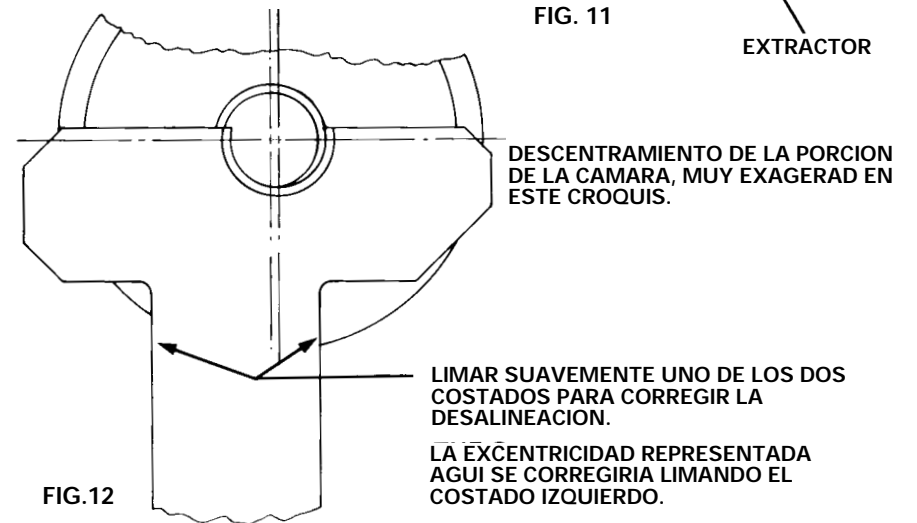

FIG.12
- (b) Si la porcion de la camara no esta centralizada relative a la forma completa de la camara y el bloque de culata (ver la Fig. 12), incluso cuando cualquier huelgo lateral ha sido eliminado al introducir el cartucho, limar ligeramente uno de los dos costados del nucleo del extractor para corregir esta desalineacion.